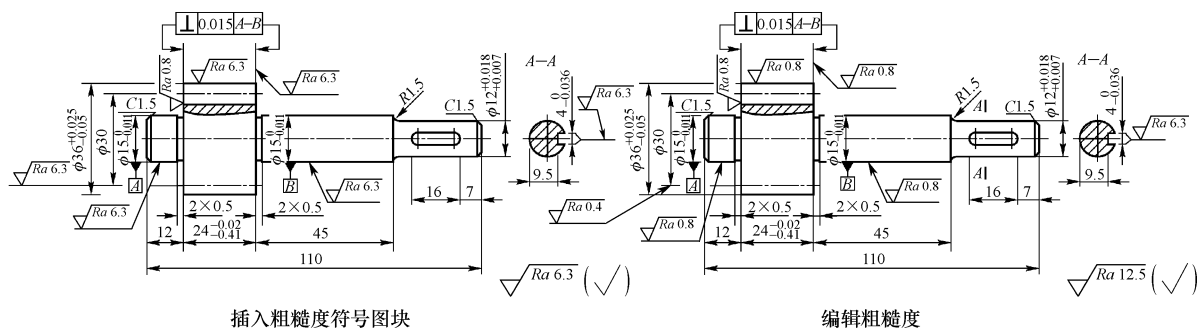

图 12-15 标注粗糙度
Step 25 编辑粗糙度：调用“修改”工具栏的“旋转”、“移动”等命令，修改粗糙度符号方向；调用“文字”工具栏的“编辑”命令，修改粗糙度数值。标注粗糙度，如图 12-15 所示。